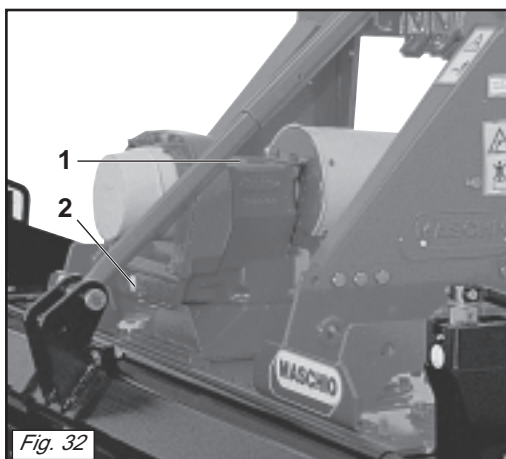

Fig. 32
- Verificare il livello olio nella scatola del riduttore (1 Fig. 32), eventualmente ripristinarlo fino alla tacca di livello ricavata sull'astina.
- Effettuare il cambio completo dell'olio del riduttore scaricandolo dal tappo di scarico (2 Fig. 32) ed introducendolo dal tappo di introduzione/livello (1 Fig. 32).
- Check the level of the oil in the reduction gearbox (1 Fig. 32). If necessary, add oil until reaching the notch on the rod.
- Completely change the oil in the reduction unit by draining the old oil through the drain plug (2 Fig. 32) and pouring fresh oil through the fill/level plug (1 Fig. 32).
- Den Ölstand in der Getriebegruppe prüfen (1 Abb. 32). Falls erforderlich, bis zur Markierung auf dem Ölmeßstab nachfüllen.
- Das Öl im Getriebe wechseln. Dazu die Ölablaßschraube losdrehen (2 Abb. 32) und neues Öl bei der Einfüll-/Stand-schraube einfüllen (1 Abb. 32).
- Contrôlez le niveau de l'huile dans la boîte du réducteur (1 Fig. 32); si nécessaire rajoutez de l'huile jusqu'au cran sur la jauge.
- Vidangez entièrement l'huile du réducteur par le bouchon de vidange (2 Fig. 32); mettez l'huile neuve par le bouchon de remplissage/jauge (1 Fig. 32).
- Controlar el nivel aceite en la caja del reductor (1 Fig. 32), eventualmente rellenar hasta la marca de nivel señalada sobre la varilla.
- Efectuar el cambio completo del aceite del reductor descargándolo del tapón de descarga (2 Fig. 32) e introduciéndolo a través del tapón de introducción/nivel (1 Fig. 32).